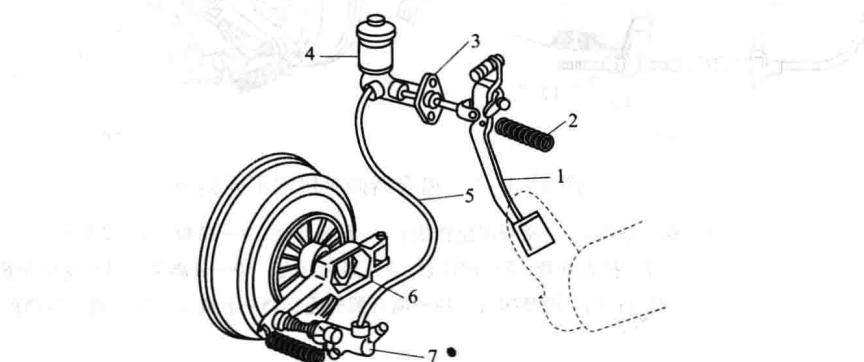

图 2-1-6 液压式离合器操纵机构
10. 查阅相关资料, 将图 2-1-6 零件的名称和作用填写在表 2-1-2 中。